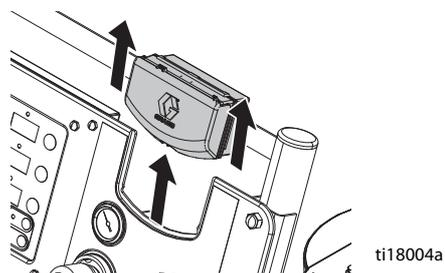

Рис. 19. Извлечение модуля DataTrak
3. Снимите модуль DataTrak с кронштейна. См. Рис. 19. Переместите модуль с прикрепленным кабелем в безопасное место.